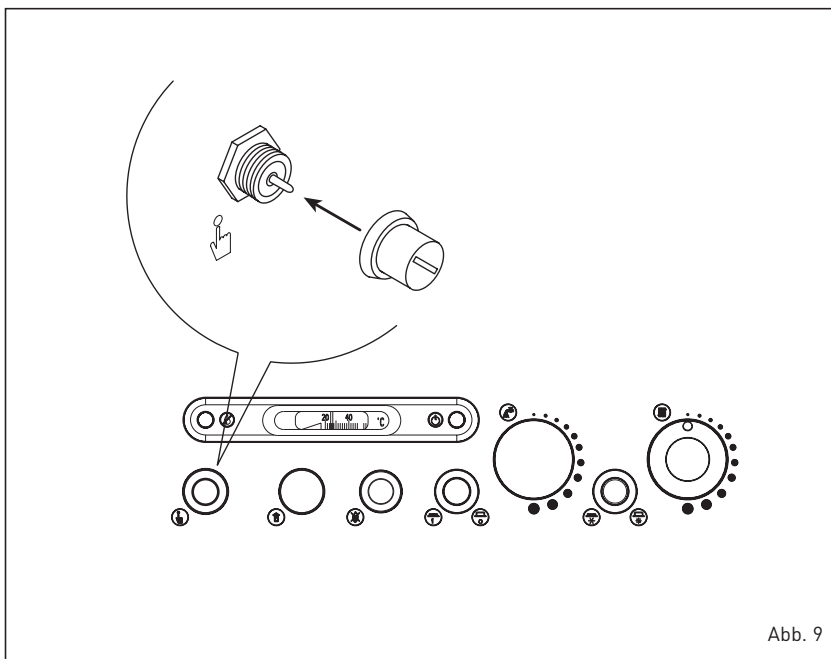

Abb. 9
3.2.3 Veiligheidsaquastaat (Abb. 9)